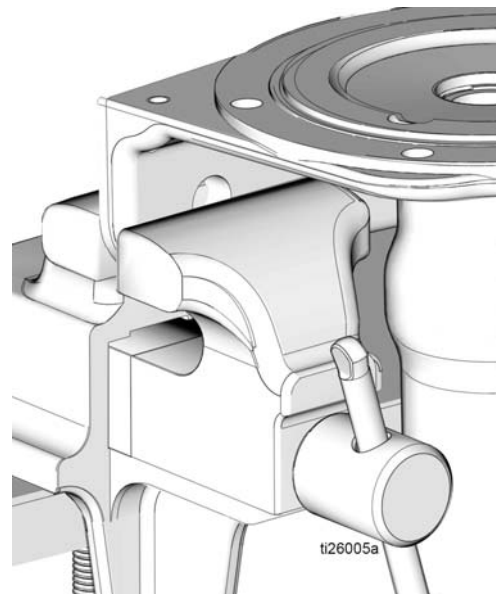

图 23
17. 将泵底座 (1) 重新放置在老虎钳上，如图 23 所示。